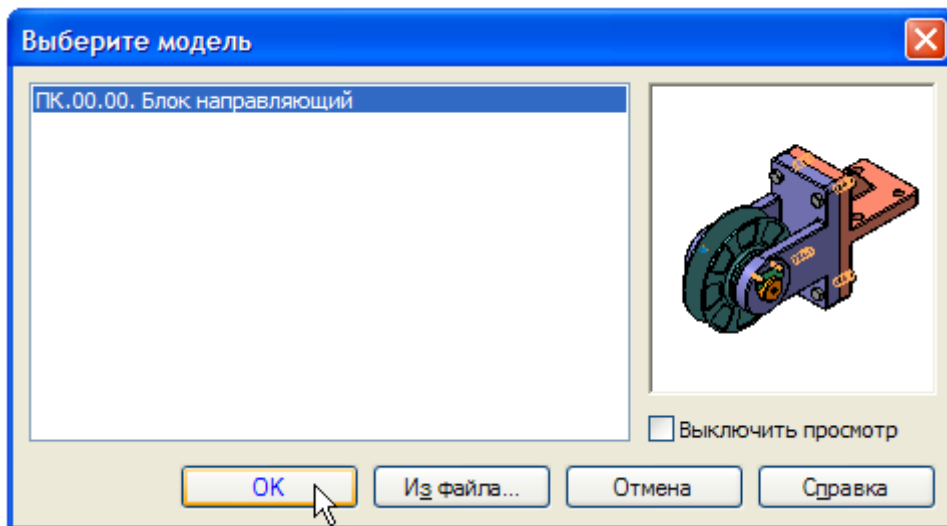

Рисунок 2.
- Если сборка Блока направляющего открыта, просто нажмите ОК. В противном случае нажмите кнопку Из файла и укажите положение сборки на диске (рис.2).